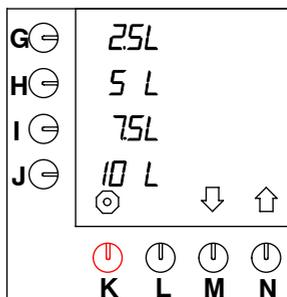

Fig. 33 Tasti standard di preselezione
L'unità di misura standard della macchina è il litro (l). Questa unità può essere modificata (la visualizzazione di questa unità viene impostata come standard con i tasti di preferenza, vedere fig. 33 ).
- Premere il tasto di selezione (N.) $\uparrow$  fino a che sullo schermo viene visualizzato quanto illustrato nella fig. 33 .